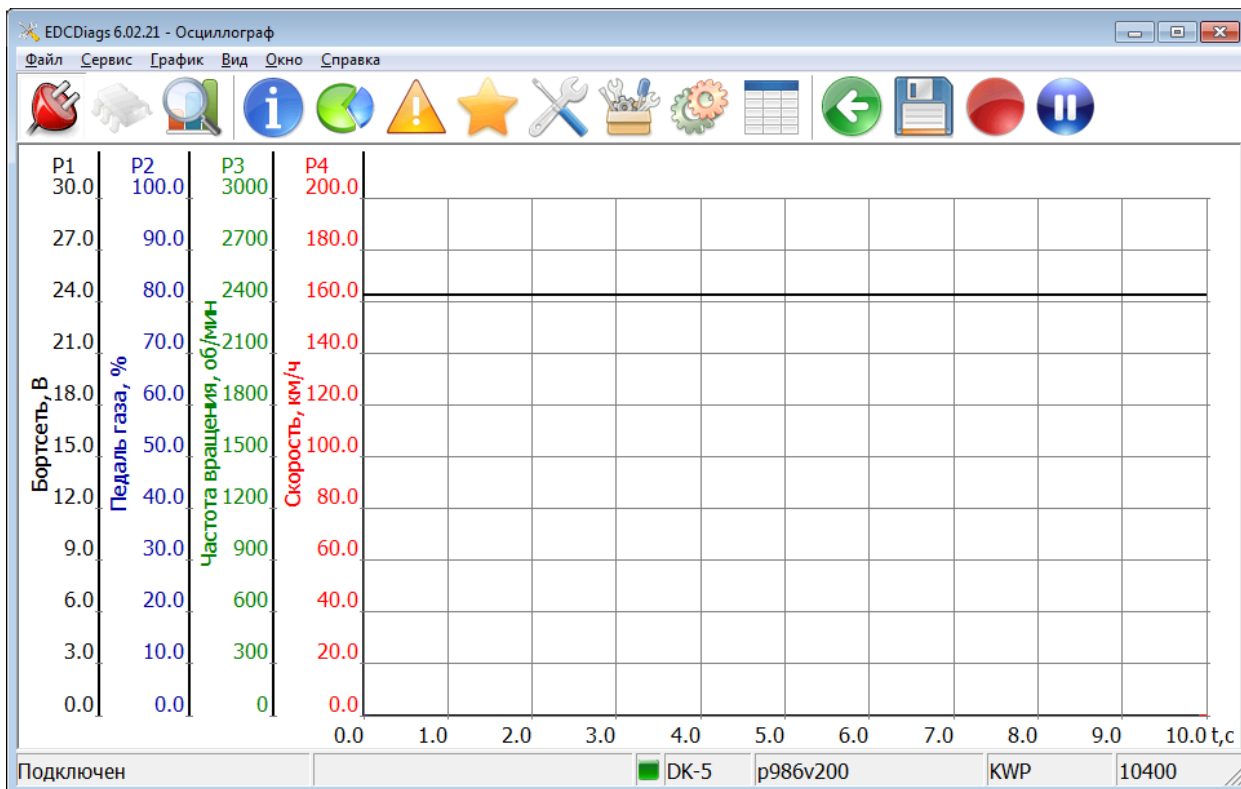

Рис. 3.7
3.7.7. Возможна одновременная работа с тремя и более параметрами на одном графике (Рис. 3.7.). Для этого необходимо добавить в «список пользователя» требуемые параметры, перейти в «набор X» и нажать на кнопку «Осциллограф» .